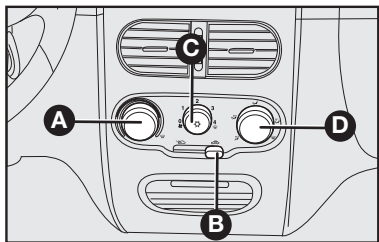

fig. 61
### COMANDOS – fig. 61
**1)** Seletor para a temperatura do ar **A-fig. 61** totalmente posicionado à esquerda.
**2)** Seletor do ventilador **C-fig. 61** posicionado na velocidade máxima.
**3)** Seletor de distribuição do ar **D-fig. 61** apontado para ; controlar para que todas as saídas de ar estejam totalmente abertas.
**4)** Ligar o ar-condicionado apertando o seletor **C-fig. 61**.
çamento e ativar o condicionador, apertando o seletor **C**—fig. 61.
- 1) Condicionador de ar ligado: seletor **C**—fig. 61.
- 5) Recirculação do ar: desligada. Botão **B**—fig. 61.